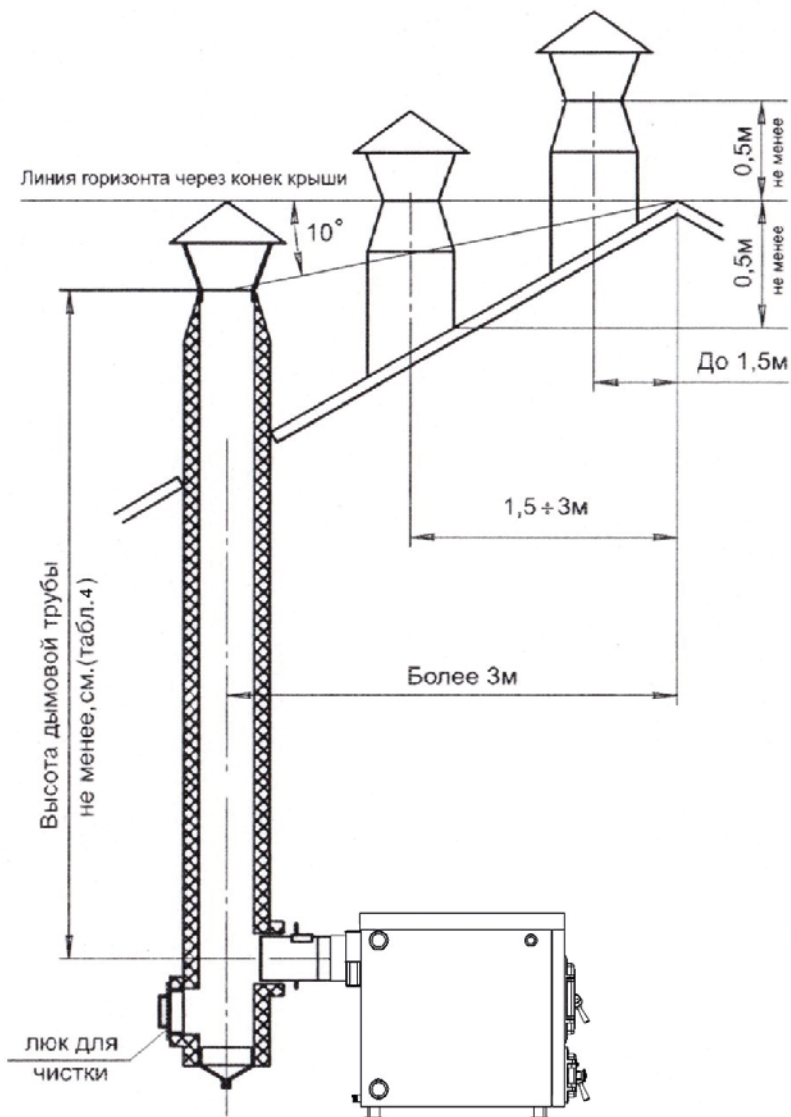

Рис. 3 Варианты установки дымовой трубы
6.3. Установка котла и монтаж дымовой трубы должны проводиться в соответствии со СП 7.13.130.2013 п.5, как показано на рис. 3.